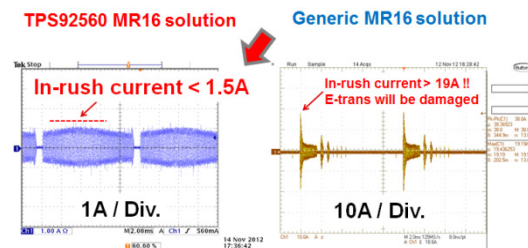

图 5
- 第二，通过对输入电流的限制，使得系统可以持续从电子变压器端取电流，更好地满足电子变压器自激振荡的振荡电流需求，保证在大部分时间内，电子变压器都在正常稳定工作。图 5 为 TPS92560 Boost 线路与传统 Buck 降压线路输入电流的对比波形。